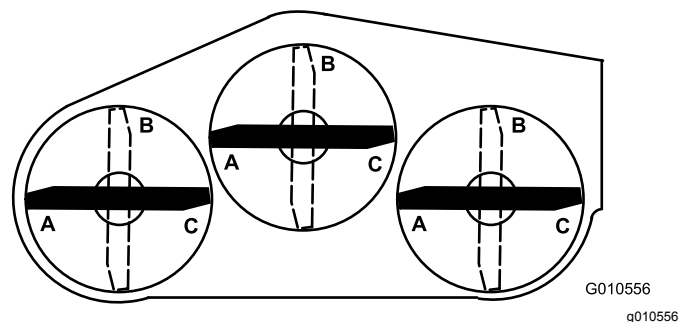
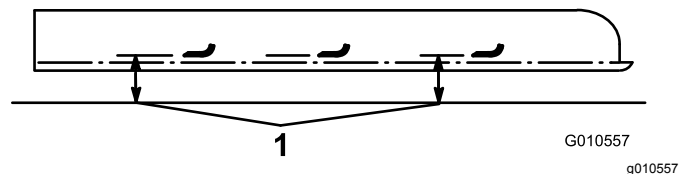

Bild 27
Bild 28
6. Stellen Sie alle drei Messer in die A-Stellung (Bild 27) und messen von der ebenen Fläche bis zur Unterkante jeder Messerspitze (Bild 28), notieren Sie den Wert.
7. Drehen Sie die Messer auf die B-Stellung (Bild 27) und messen Sie den Abstand aller Messer zur ebenen Fläche; notieren Sie die Werte (Bild 28).
8. Drehen Sie die Messer in die C-Stellung, messen und notieren Sie den gemessenen Wert (Bild 27 und Bild 28).